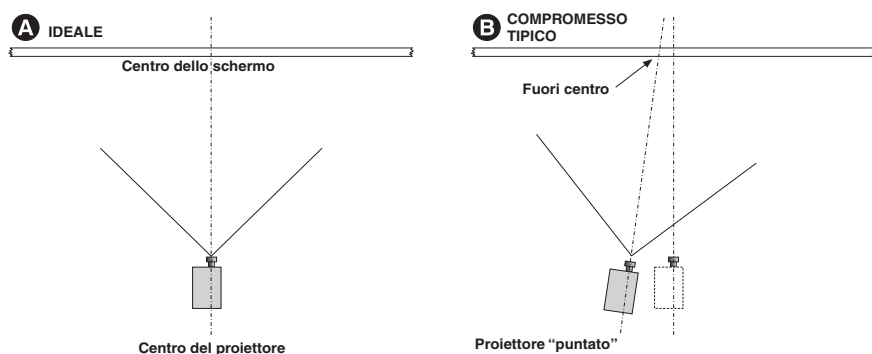

Figura 2-1 Posizionamento del proiettore
1. Posizionare la testa di proiezione a una distanza di proiezione adeguata (distanza tra proiettore e schermo) e in posizione verticale. Se possibile, sistemare il proiettore in posizione centrale rispetto allo schermo della sala cinematografica. Se lo spazio è già occupato da un altro proiettore, orientare il proiettore leggermente fuori centro, come illustrato in **Figura 2-1**. Ciò aumenterà leggermente la deformazione trapezoidale laterale, ma ridurrà al minimo l'offset orizzontale richiesto dall'obiettivo.